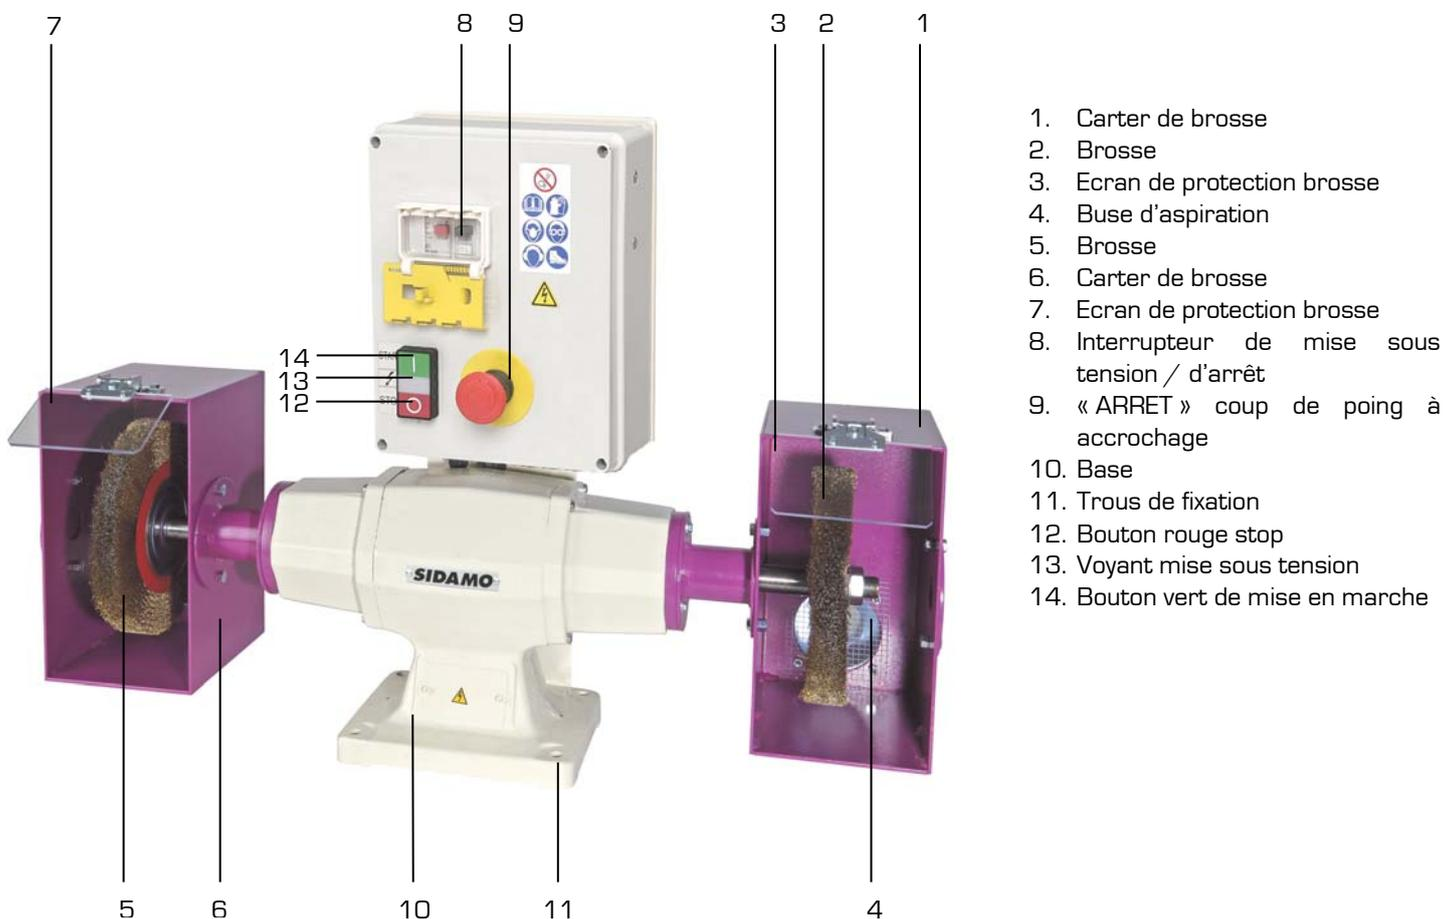

Figure 1
3. Fixer le touret sur le socle ou sur l'établi en introduisant 4 vis (M6) dans les trous (11 fig.1) puis les bloquer fermement au moyen d'écrous appropriés.
1. Extraire du sachet contenu dans l'emballage les écrans de protection transparents (3 et 7 fig.1).
2. Les fixer sur les carters (1 et 6 fig.1) et les régler de façon à protéger l'opérateur.
5. Appuyer sur l'interrupteur de mise sous tension (8 fig.1).
6. Le voyant (13 fig.1) indique la mise sous tension du touret.
7. Désenclencher l'arrêt coup de poing à accrochage (9 fig.1).
8. Appuyer sur le bouton vert de mise en marche (14 fig.1).